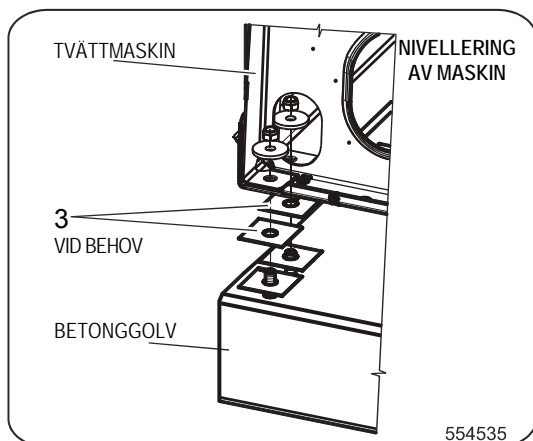
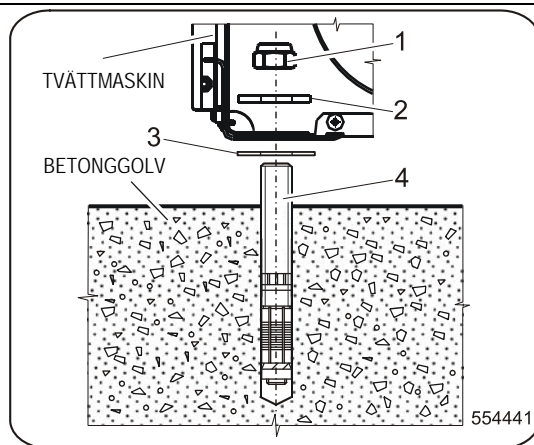

Fig. 17 Fast förankrade maskiner,
Fig. 15 Fast förankrade maskiner,
- För horisontell och stabil uppställning av maskin i alla hörn använd distansbrickor, se Fig.17, 18.
Av denna anledning bör användas skruvar M16 - pos.4, se fig. 15 och 16, brickor  $\varnothing 60 / \varnothing 16,5 \times 6\text{mm}$  - pos.2 och låsmuttrar M16 – pos.1, för att maskin skapar en helhet tillsammans med ett metallstativ (om det används), se fig. 15, 16.
- Kontrollera horisontell och stabil uppställning av maskin i alla hörn. Jämna ut maskin vid behov med rostfria eller galvaniserade distansbrickor, fig. 15, 16, 17,18 pos. 3, (distansbrickor följer inte med i leverans) som placeras mellan maskinens ram och golv, se. fig 17, 18. Mått på distansbrickan skall vara samma som maskinens ram i plats där ankarbultar finns, dock minst 80x80mm.